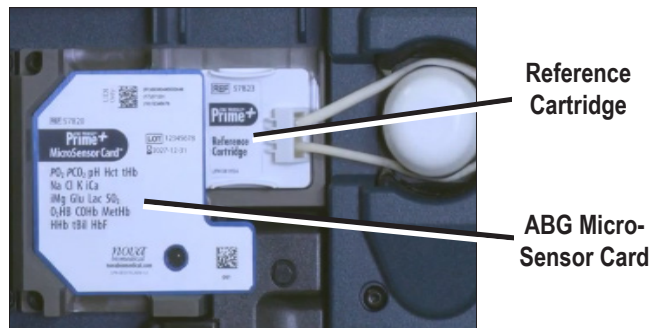

Figure 5.10 Reference Cartridge en position derrière la ABG MicroSensor Card
8. Retirez la ABG MicroSensor Card usagée (Figure 5.10)